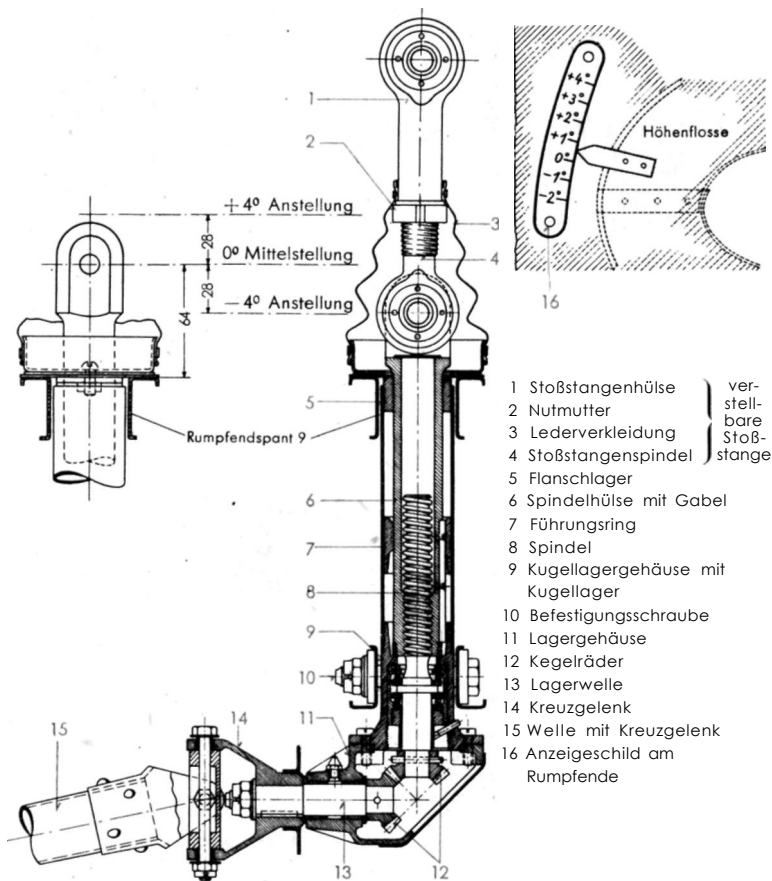

Abb. 9 Verstellspindel für Höhenflossenverstellung
Die Höhenflossenverstellspindel (Abb. 9) ist im Rumpfspant 9 eingebaut und wird durch eine Welle (15) mit Kreuzgelenk (14) vom Führerraum aus durch ein Handrad (1) (Abb. 8) verstell.
Die Einstellmaße der Höhenflossenverstellung, entsprechend den Grenzstellungen und der Nulllage der Flosse, sind aus Abb. 9 zu ersehen. Die jeweilige Einstellung erfolgt an der Stoßstangenhülse (1) und Nutmutter (2).